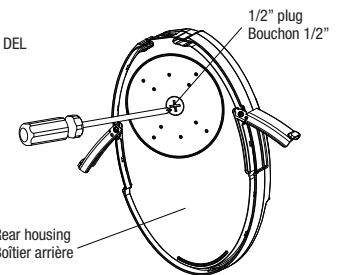

Fig. 1D
- Remove the center 1/2" plug from the rear housing by using a cross screwdriver (Fig. 1D).
- Retirez le bouchon central 1/2" du boîtier arrière à l'aide d'un tournevis cruciforme (Fig. 1D).